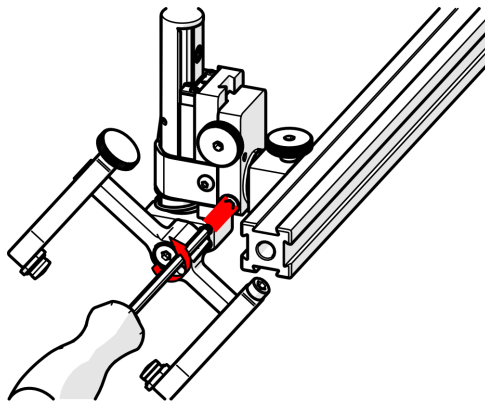

Abbildung 2-84 Lockern der 3 mm-Schraube
2. Lösen Sie mit dem mitgelieferten 3-mm-Innensechskantschlüssel die Längsverstellschraube (siehe Abbildung 2-84 auf Seite 104).